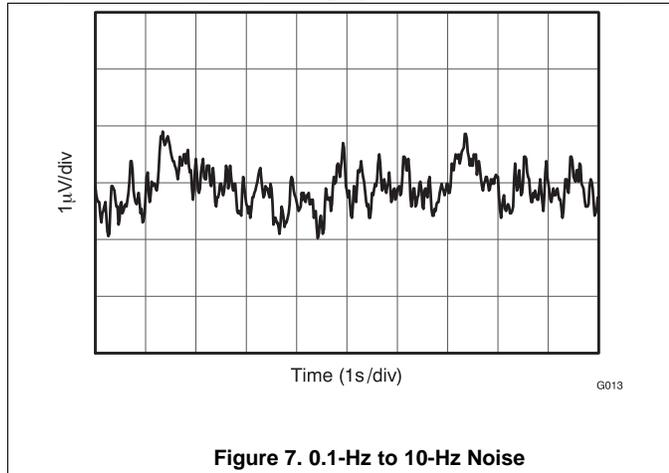

Figure 7. 0.1-Hz to 10-Hz Noise
0.1-Hz to 10-Hz Noise	<a href="#">Figure 7</a>